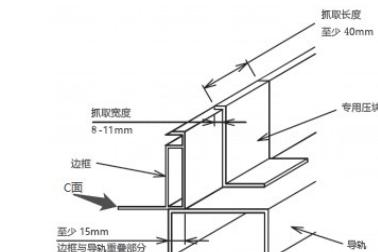

图 6 导轨重合长边框安装压块要求
⑧ 光伏组件需使用专业太阳能压块（如图 6 所示）来固定，光伏组件 C 面与导轨的重叠部分应 $\geq 15\text{mm}$ 。如果使用不合适的夹具或不正确的安装方式，弘元绿能有限质保将会无效。
⑨ 对于长度超过 2.2m 或者宽度超过 1.3m 的组件，推荐使用具有特殊防滑设计的压块，如有贴合边框 A 面弧形压合面，或者带有卡块结构设计等，压块需满足长度 $a \geq 60\text{mm}$, 壁厚 $\geq 5\text{mm}$, 材质 6005-T6, $R_{p0.2} > 225\text{MPa}$, $R_m 265\text{MPa}$ 。压块的技术要求及详细资料可咨询弘元售后服务团队。